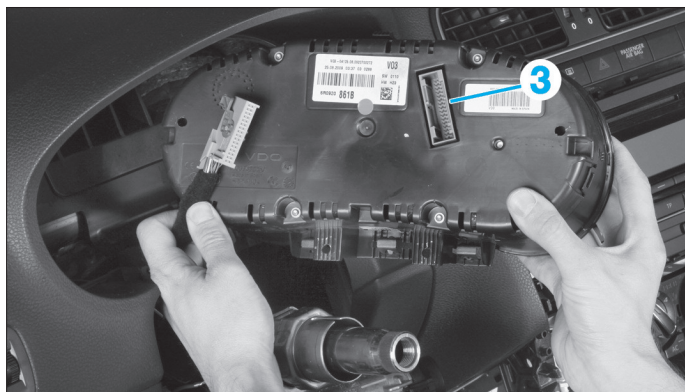

FIG. 27
- Extraire de son logement le combiné d'instrument puis débrancher le connecteur (3) (Fig.27).